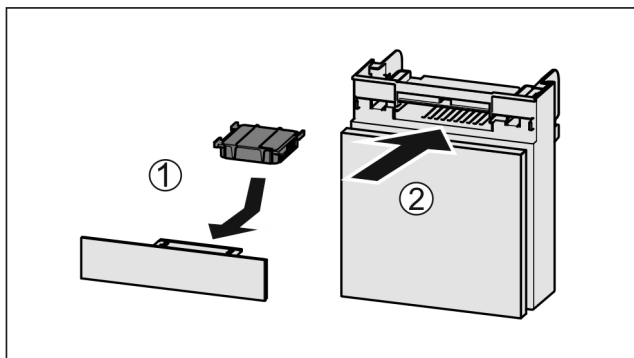

Fig. 132
- ▶ Поставете Fig. 132 (1) филтъра с активен въглен, както е показано на фигурата.
- ▶ Вкарайте Fig. 132 (2) отделението.